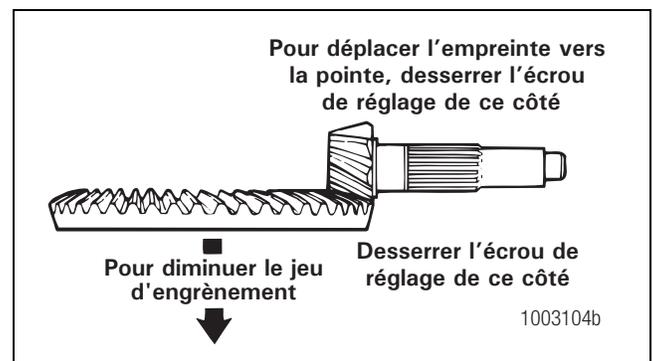

Figure 5.76
- Augmenter le jeu d'engrènement pour déplacer la portée vers la pointe des dents de la couronne. Figure 5.76.